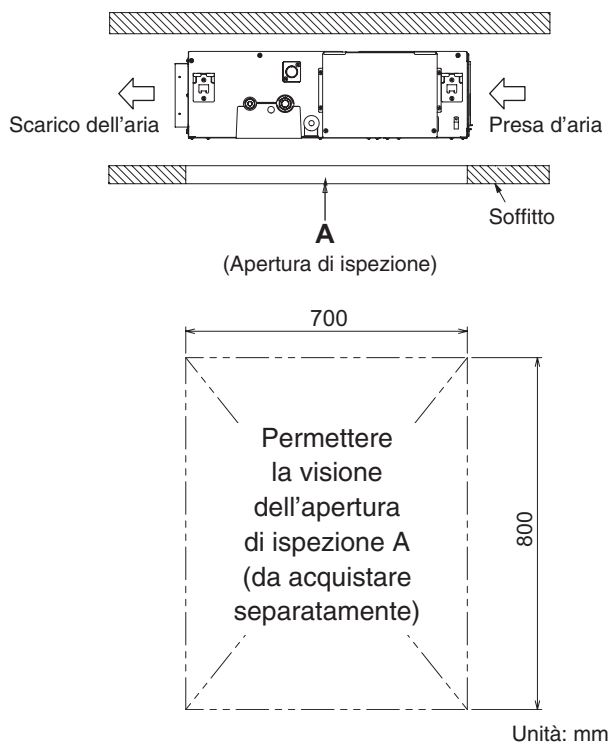

Fig. 3-3
- (1) Controllare il rapporto fra le posizioni dell'unità e dei bulloni di sospensione. (Fig. 3-3)